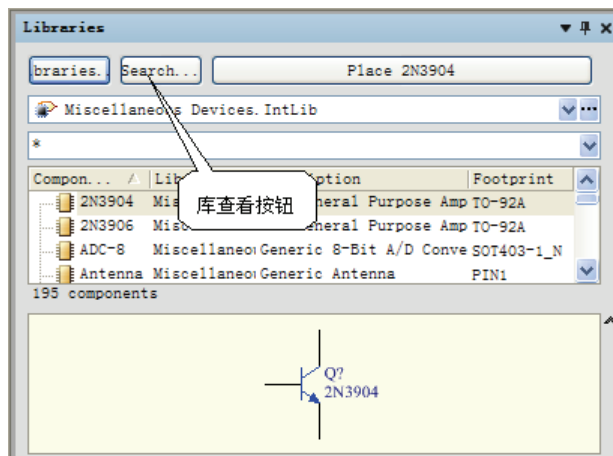

图 4-3 库文件【Libraries】面板
(1) 执行菜单命令【Design】→【Browse Library...】或单击面板标签 **System**，选中库文件面板 **Libraries**，弹出库文件【Libraries】面板，如图 4-3 所示。